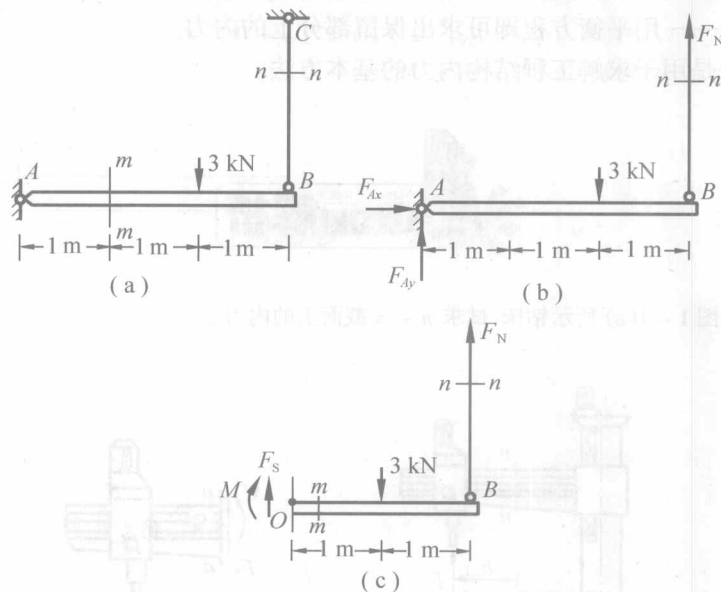

图 1-2
1.2 试求图 1-2(a) 所示结构  $m-m$  和  $n-n$  两截面上的内力,并指出  $AB$  和  $BC$  两杆的变形属于何类基本变形。
**解** 应用截面法,对图 1-2(a) 取截面  $n-n$  以下部分为研究对象,受力如图 1-2(b) 所示。由平衡条件  $\sum M_A = 0$ ,  $F_N \times 3 - 3 \times 2 = 0$ , 解得  $F_N = 2 \text{ kN}$ 。
应用截面法,取图 1-2(a) 所示截面  $m-m$  以右及  $n-n$  以下部分作为研究对象,其受力如图 1-2(c) 所示。由平衡条件  $\sum M_o = 0$ ,  $F_N \times 2 - 3 \times 1 - M = 0$ ,  $\sum F_y = 0$ ,  $F_s + F_N - 3 = 0$ , 解得  $M = 1 \text{ kN} \cdot \text{m}$ ,  $F_s = 1 \text{ kN}$ 。